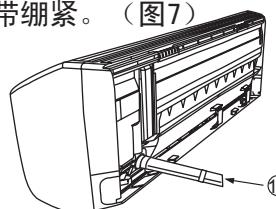

图7
- (1) 当要把铜管从后面引出时，将铜管、排水管和连接电缆一起用附件⑪胶带绷紧。（图7）